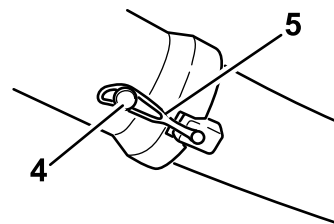

Bild 24
- Schieben Sie das breite Ende des Auswurfrohrs über das Ende des Auswurfkanals. Schieben Sie die Gummihalterung auf den Auswurfkanal, bis sie über dem Stift am Auswurfrohr einrastet, und der Auswurfkanal befestigt ist (Bild 24).
- Schieben Sie das gekrümmte Ende des Auswurfrohrs in die Öffnung in der Abdeckung des Heckfangsystems (Bild 24).